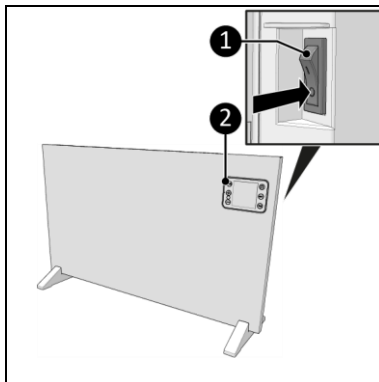

Figure 16
1. Mettez le commutateur ON/OFF sur la position ON (figure 16, pos. 1).
2. L'écran (figure 16, pos. 2) affiche OFF.